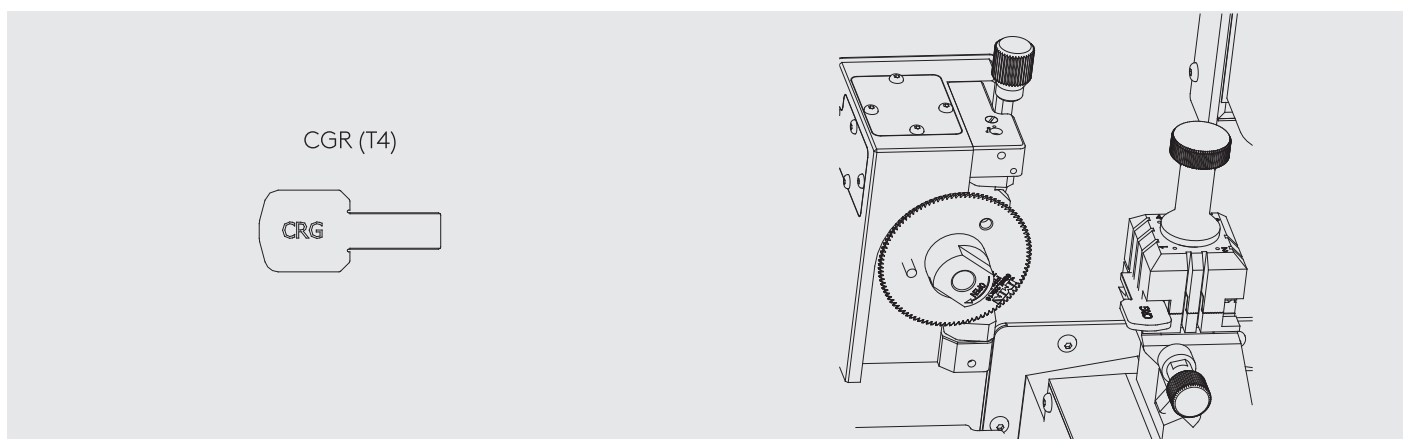

Fig.21
1) Colocar el CRG (T4) en la mordaza MP1 en el lado 1(Fig.21), haciendo tope cuello en el interior de la mordaza.
1) Position the CRG (T4) in side 1 of clamp MP1 (Fig. 21), using the shoulder stop technique in the clamp.